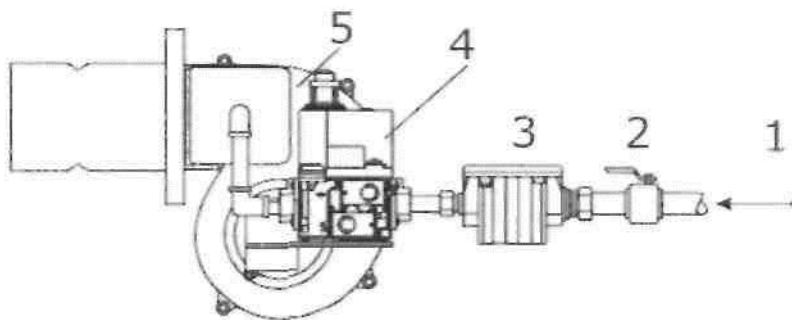

Рис. 31.1
2. Порядок подключения к котлу ввода природного газа. (Рис. 31.1.)